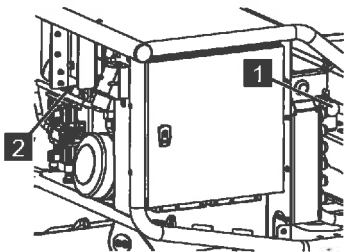

Abb. 191
5. Das Ventil [Stütze, Kette] (Abb.191/1) eindrücken und im Uhrzeigersinn verriegeln.
6. Das Ventil [LS] (Abb.191/2) im Uhrzeigersinn komplett eindrehen.